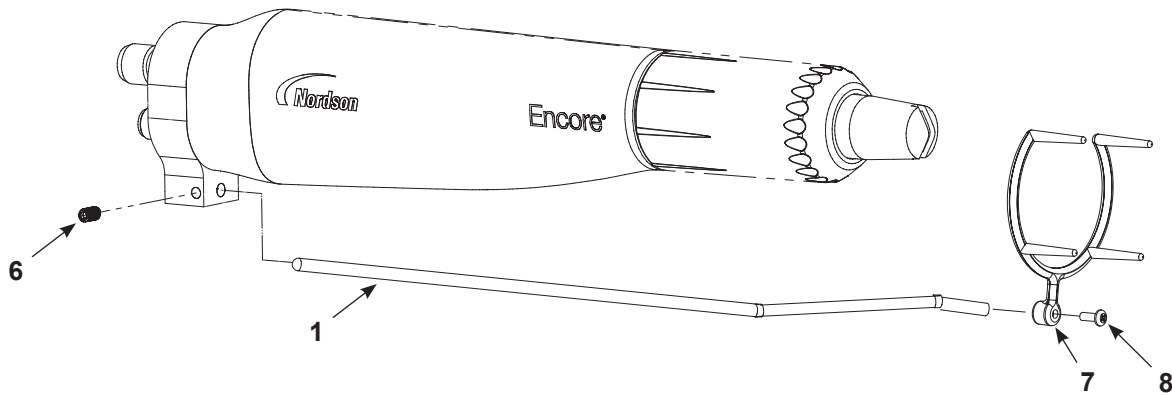

Figura 6 Instalación del colector de iones – Pistola de montaje en barra
1. Ver la Figura 6. Insertar la varilla del colector (1) en la placa de conexión a tierra y asegurarla con el tornillo de ajuste M5 x 8 (6) incluido en el kit de colector de iones.
2. Fijar la punta multipunto (7) a la varilla del colector utilizando el tornillo M3 x 8 (8).